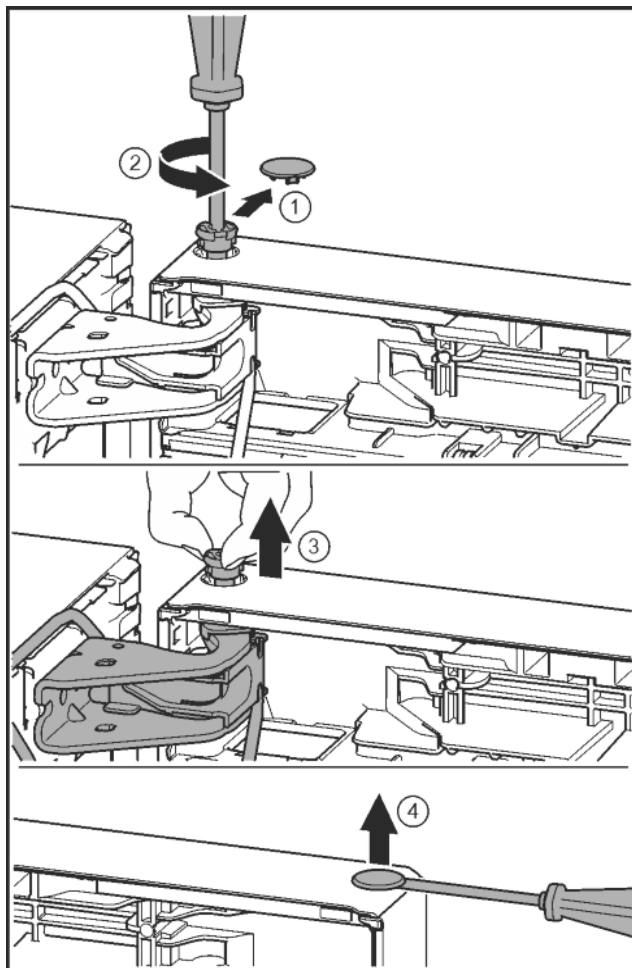

Fig. 24
- ▶ Óvatosan húzza le a biztonsági fedelet. Fig. 24 (1)
- ▶ A csapot a T15 csavarhúzóval kicsit tekerje ki. Fig. 24 (2)
- ▶ Tartsa meg az ajtót, és a csapszeget az ujjával húzza ki. Fig. 24 (3)
- ▶ A dugót egy hornyoltfejű csavarhúzóval óvatosan emelje ki az ajtó csapágyperselyből, és húzza ki. Fig. 24 (4)